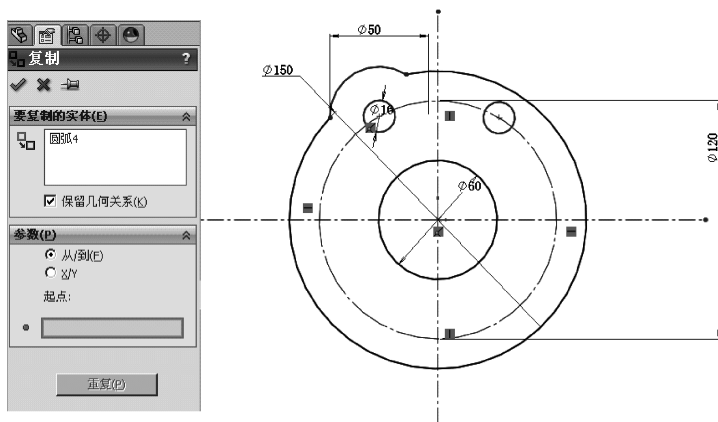

图 11-24 复制的效果
8) 单击【草图】工具栏中的  (复制) 按钮，在屏幕左侧【属性管理器】中弹出【复制】属性设置，选择圆弧 4，单击起点，拖动鼠标，沿水平线放置圆，单击生成圆，如图 11-24 所示。